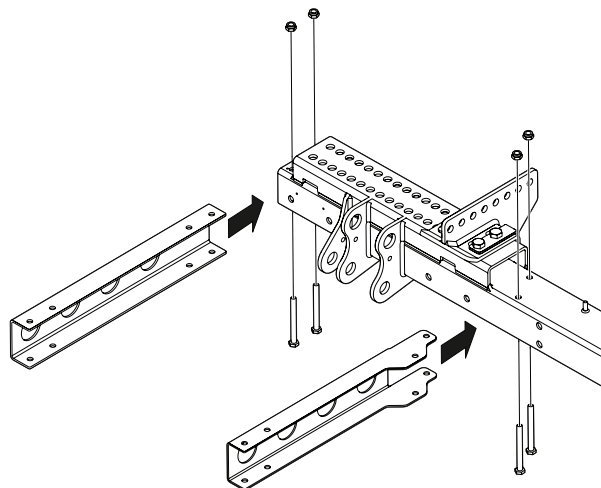

Figura 36. Montaje de las consolas en la estructura
1. Monte las consolas en la estructura del elevador trasero con 2 tornillos M10x100 cada uno sin apretar. Consulte Figura 36.